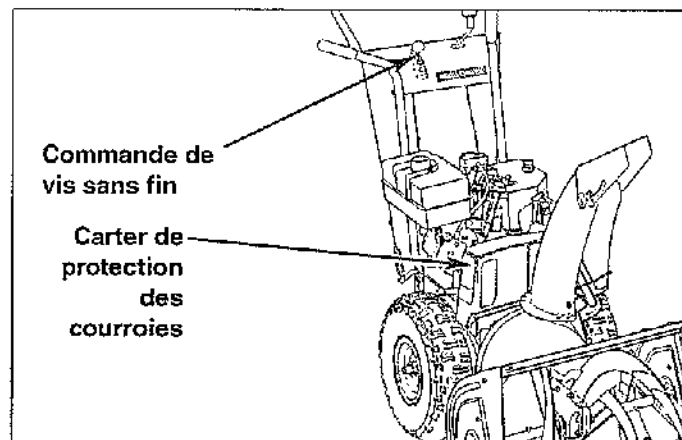

Figure 24. Emplacement de la commande de la vis sans fin et du carter de protection des courroies
3. Retirer le carter de protection des courroies (Voir Figure 24).